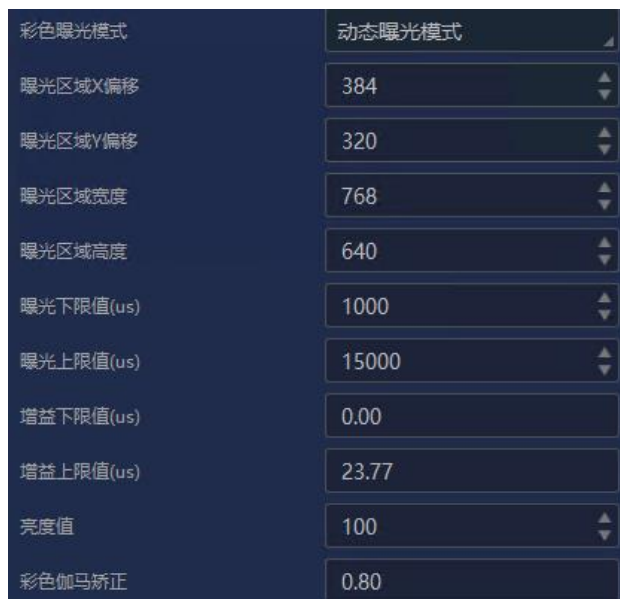

图5-8 动态曝光模式
- **动态曝光模式**：可自行设置曝光区域 X/Y 偏移、曝光区域宽/高度、曝光上下限、增益上下限、亮度值、彩色伽马校正和彩色数字宽动态，如图 5-8所示。设置亮度值后，设备将在设置的上下限范围内自动调整曝光时间和增益，使图像亮度达到目标亮度。